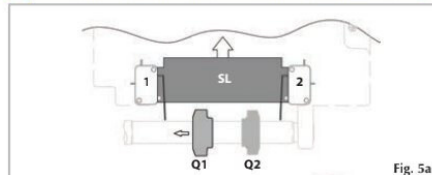
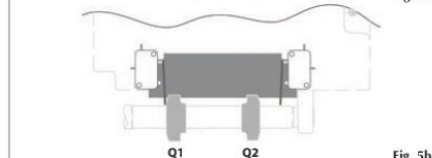

Fig. 5a
Fig. 5b
- 19) Appuyez sur le curseur (SL - fig. 5a). Faire tourner manuellement le pommeau (Q1) de fin de course jusqu'à entendre le dé clic du micro interrupteur 1. Relâchez le curseur (fig. 5b) (réglage descente effectuée).